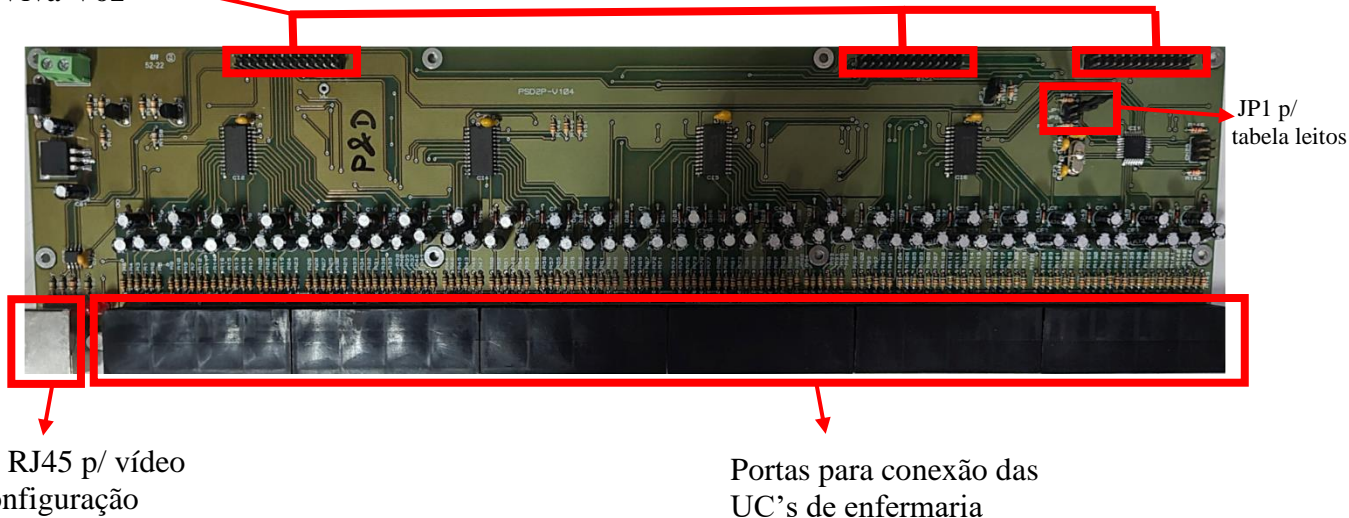

Figura 18 – Esquema de ligações na placa do Painel Concentrador
- a. O *Sinalizador de Porta* deve ser conectado à **UC** do leito mais próximo da porta. Na caixa de passagem onde será instalada a placa da **UC** mais próxima à porta, identifique, o cabo de pares trançados que vem do **SP**. Identifique também o borne rotulado com "**SP**" localizado na placa desta **UC**. Escolha três vias do cabo vindo do **SP** e use uma chave de fenda 1/8"x3" para conectar uma das vias ao pino 1, outra ao pino 2, e outra ao pino 3 deste borne. Na outra extremidade deste cabo (que estará na caixa de passagem onde será instalado o **SP**), selecione as mesmas três vias para ligar ao borne rotulado com "**CN1**" da placa de circuito do **SP**. Observe que o **pino 1** do borne **SP** (na **UC**) deve ser ligado ao **pino 1** do borne **CN1** (no **SP**). Semelhantemente, o **pino 2** do **SP** deve ser ligado ao **pino 2** do **CN1** e o **pino 3** do **SP** deve ser ligado ao **pino 3** do **CN1**. Feito isto, ligue também, em paralelo, o **pino 1** do borne **SP** de cada uma das outras **UC's** (da mesma enfermaria) ao **pino 1** do borne **SP** da **UC** próxima à porta. Ligue ainda, em paralelo, o **pino 2** do borne **SP** de cada uma das outras **UC's** (da mesma enfermaria) ao **pino 2** do borne **SP** da **UC** próxima à porta. Veja as Figuras 15 e 23 acima. Feito isso, remova o jumper de programação **JP1** (veja a Figura 18) de todas as **UC** exceto aquela à qual encontra-se ligado o **SP**. Em outras palavras, num ambiente com mais de um leito, o jumper **JP1** deve ser instalado apenas na **UC** diretamente conectada ao **SP**.
- I) No Painel Concentrador, ligar o jumper Tab Apto e conectar o cabo *RJ45* na entrada *PS/Config*. – *Figura 18*.